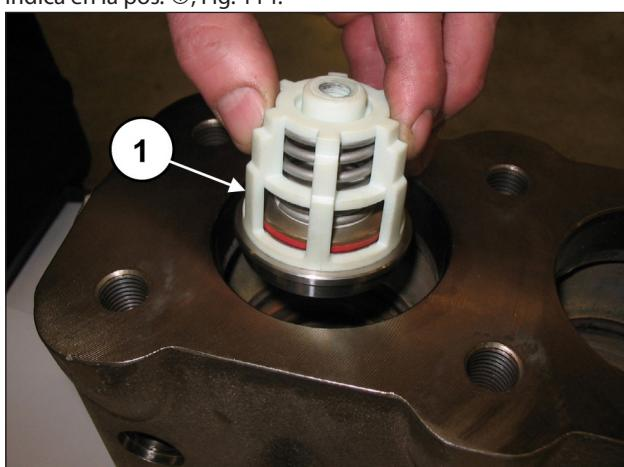
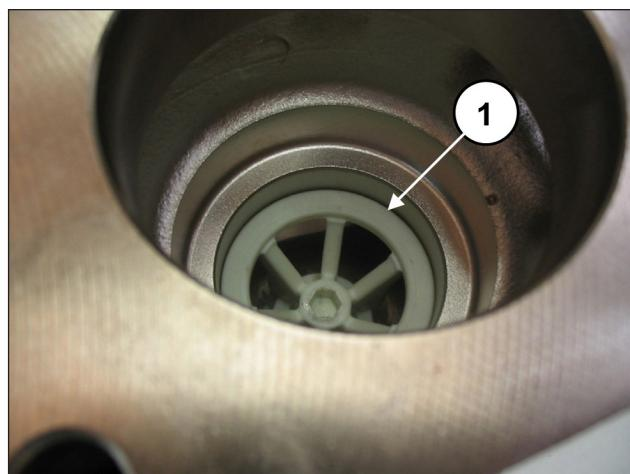

Fig. 113
Fig. 114
Introducir el grupo de la válvula de aspiración (pos. ①, Fig. 113) y, a continuación, el distanciador (pos. ①, Fig. 114). El grupo de la válvula se ha de introducir a fondo como se indica en la pos. ①, Fig. 114.